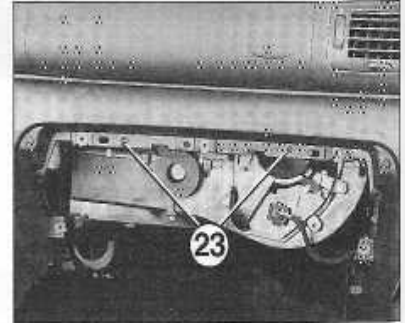

FIGURE 9-14
- Déposer les 2 vis de fixation (23) de planche de bord (figure 9-14).